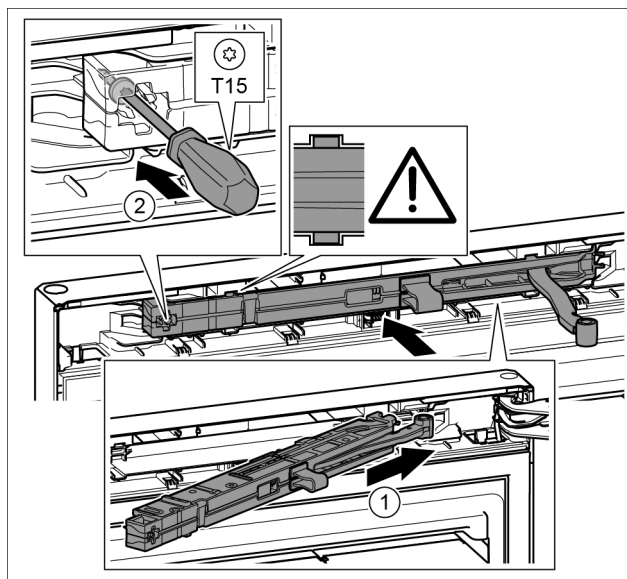

Fig. 41
- ▶ Schließdämpfereinheit auf der Lagerbockseite bis zum Anschlag schräg in die Aussparung einschieben. Fig. 41 (1)
- ▶ Einheit vollständig einschieben. Fig. 41 (2)
- ▶ Die Einheit ist richtig positioniert, wenn die Rippe der Schließdämpfereinheit in der Führung im Gehäuse liegt. Fig. 41 (3)
- ▶ Schraube mit einem Schraubendreher T15 festschrauben. Fig. 41 (2)